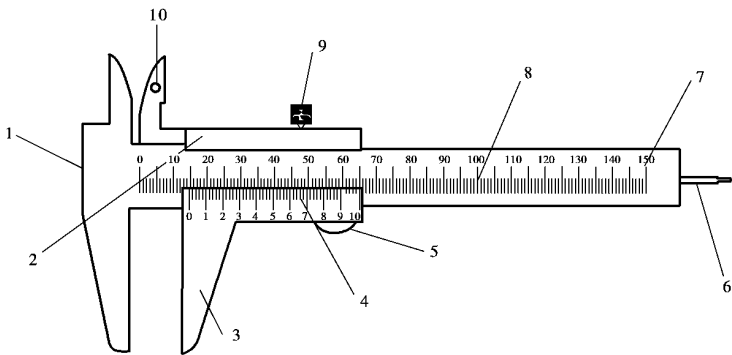

图 1.2.1 游标卡尺
1. 游标卡尺的主要用途是测量各种外径、内径和深度尺寸,其结构如图1.2.1所示:
- (1) 游标上有 50 个刻度的表示每一刻度为 0.02 mm (图 1.2.1);